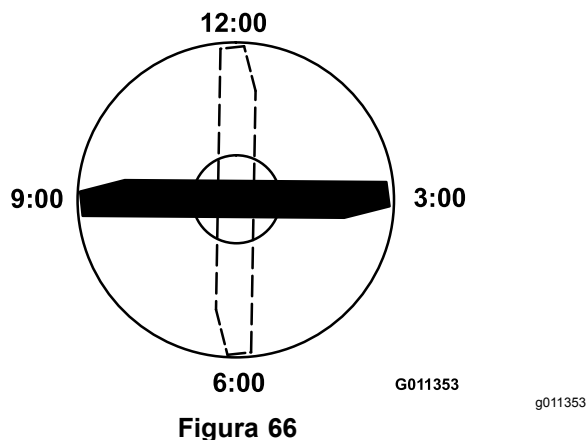

Figura 66
4. Orientate il tagliente dell'estremità marcata della lama sulle ore 12 (esattamente in avanti, nel senso di falciatura) (Figura 66) e misurate l'altezza tra il banco e il tagliente della lama.
5. Ruotate l'estremità marcata della lama sulle ore 3 e sulle ore 9 (Figura 66) e misurate le rispettive altezze.